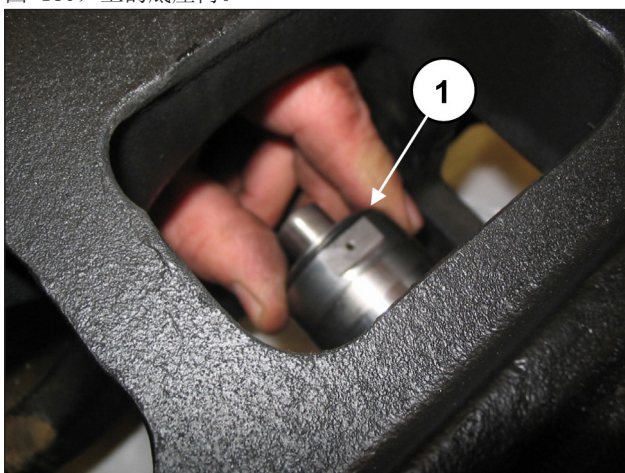
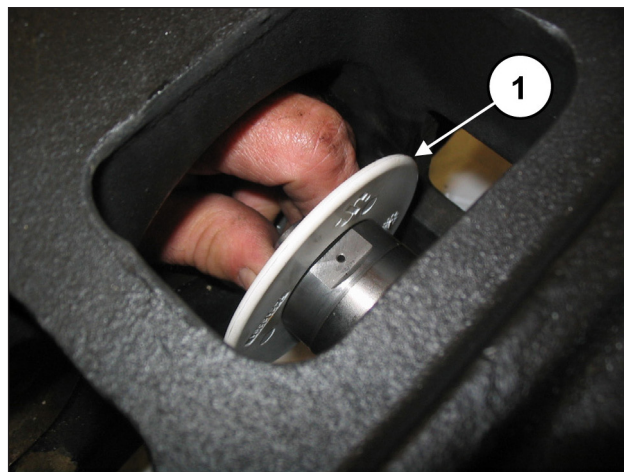

图 179
图 180
将防溅环与O形圈一起放在活塞导承(位置①, 图 179 和图 180)上的底座内。